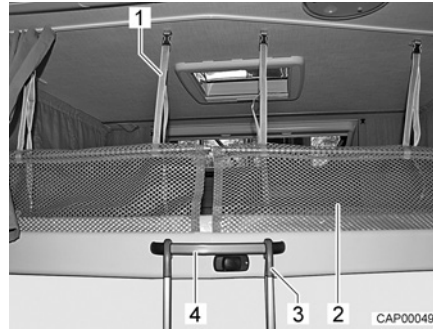

Fig. 54 Échelle de montée et filet de sécurité
*Accrocher :* ■ Accrocher l'échelle de montée (Fig. 54,3) à la poignée étrier (Fig. 54,4) du lit escamotable à l'aide des deux étriers.
**Filet de sécurité** Les filets de sécurité (Fig. 54,2) et les sangles de retenue sont rangés sous le matelas. Ne tendre les filets de sécurité qu'une fois que les personnes se trouvent dans le lit escamotable.
*Tendre :* ■ Faire s'enclencher les sangles de retenue (Fig. 54,1) dans les œillets du plafond.